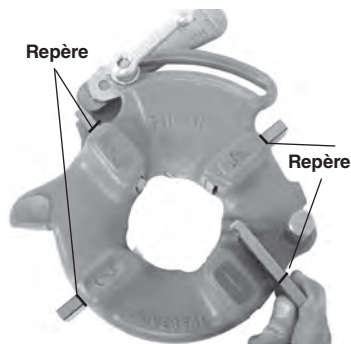

Figure 11 – Insertion des filières
4. Retirez la languette de la rondelle du chemin de barre graduée. Amenez la rondelle jusqu'au bout du chemin (Figure 11).
6. Insérez les filières appropriées dans la tête de filière, chiffres en haut, jusqu'à ce que le repère arrive à fleur du rebord de la tête de filière (Figure 11). Les chiffres des filières doivent correspondre à ceux des logements de la tête